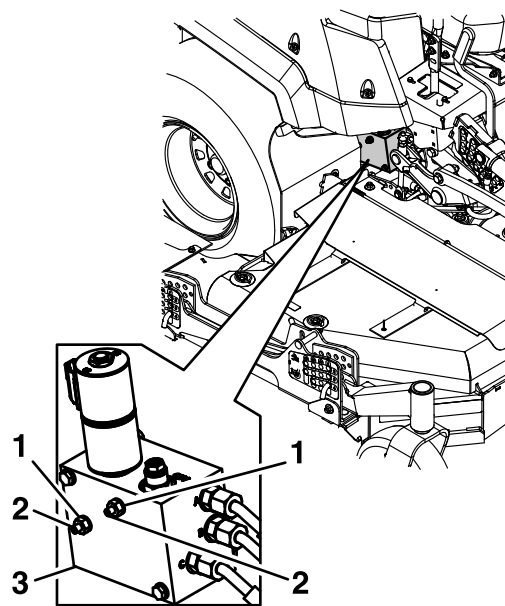

Figure 34
vis (6 tours environ), comme montré à la Figure 34.
2. Maintenez les vis à l'aide d'une clé Allen de $\frac{1}{8}$ pouce et desserrez les écrous d'étanchéité à l'aide d'une clé de $\frac{7}{16}$ pouce (Figure 34).